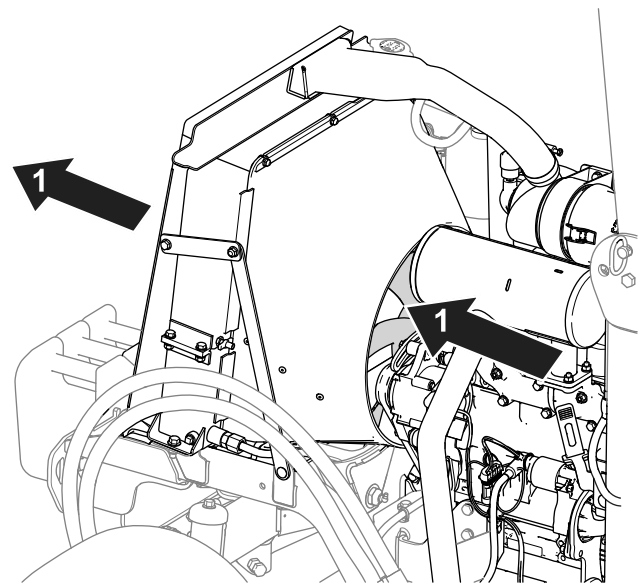

Figura 74
- Utilizai aer comprimat pentru a curăa nervurile radiatorului. Direcionezi aerul spre exteriorul mainii (Figura 74).